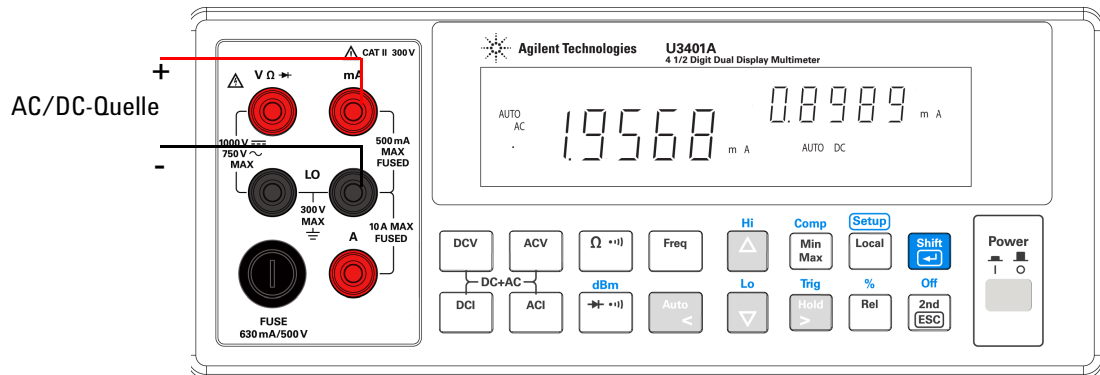

Abbildung 3-2 Verbindungsanschluss bei Verwendung von DC und AC-Welle
- 1 Verbinden Sie das rote und schwarze Testkabel mit dem Eingangsanschluss und prüfen Sie die Testpunkte wie in Abbildung 3-2 dargestellt.